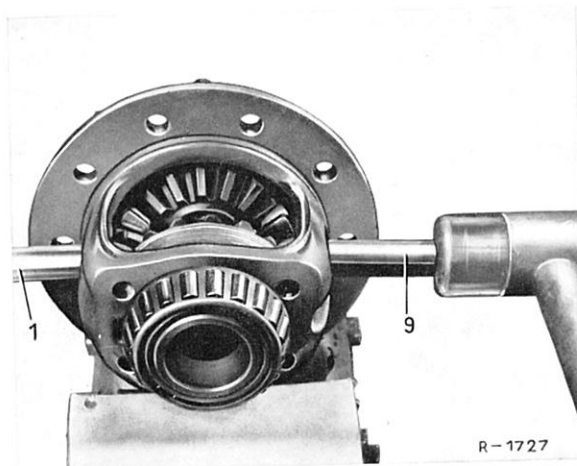

Bild 35-12/26
12 Ausgleichbolzen (9) einschlagen und mit einer neuen Feder-Sicherung bzw. Scheibensfeder sichern (Bild 35-12/26).